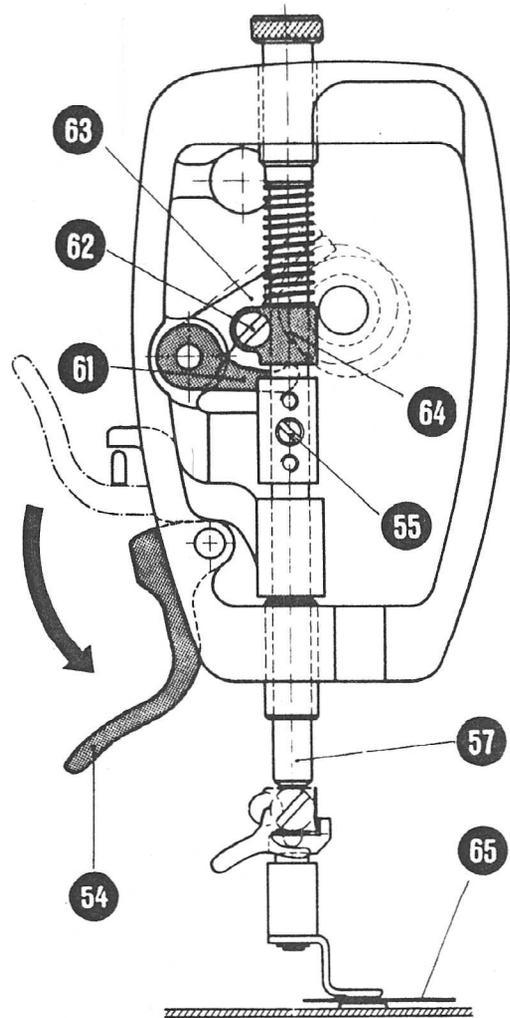
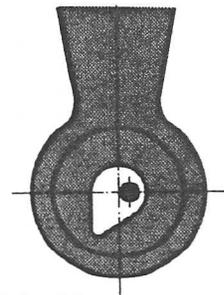

Abb. 21
Abb. 22
Zu 8: Zum Einstellen des Stopfmechanismus (Abb. 21) nimmt man zunächst den normalen Nähfuss von der Maschine ab, setzt das Stopfplättchen auf die Stichplatte und befestigt den Stopffuss an der Stoffdrückerstange (57). Der Stichbreitenverstellhebel (18) muss in der Null-Lage stehen, sodass die Nadel beim Stopfplättchen genau in der Mitte des Stichloches einsticht. Der Stopffuss besitzt ein ovales Stichloch. Die Nadel sticht in der Stopffussole etwas ausserhalb der Mitte ein (Abb. 22). Das Einstellen der Stopffusshöhe erfolgt derart, dass der Abstand zwischen Stopfplättchen und Unterkante Stopffussole 0,8 mm beträgt. Man stellt die Nadelstange und die Stoffdrückerstange in die Tiefstlage, damit der auf der Rückseite des Schwungstückes sitzende Stopfexcenter in der richti-